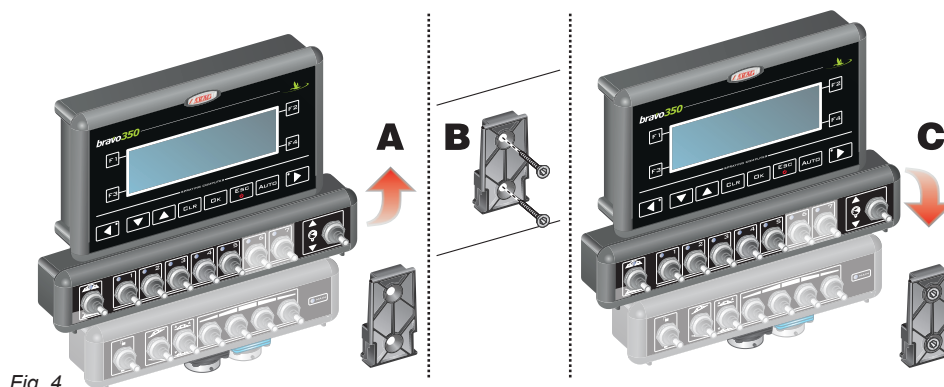

Fig. 4
L'étrier doit être enlevé de son logement sur le moniteur (A, Fig. 4) et fixé avec les vis fournies (B).